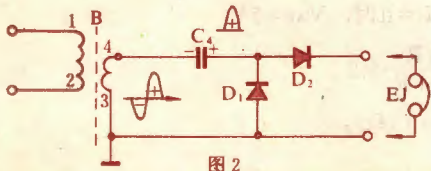

图2
**倍压检波电路** 倍压检波电路由 $D_1$ 、 $D_2$ 组成。所谓倍压检波，就是当信号的第一个负半周到来时，通过二极管 $D_1$ 暂时贮存在电容器 $C_4$ 里，它的极性见图2，当第二个正半周到来时，变压器B的4端为正，3端为负，连同 $C_4$ 贮存的电压串联起来同时送到另一个二极管 $D_2$ 进行检波。因此可以得到比一个二极管检
1. 对于NPN型管，万用表的正表笔接管子的基极，负表笔接发射极，如图2所示。先用万用表的电阻  $R \times 1K$  档测量发射结反向电阻，无论高频管还是低频管，这时万用表的指针摆动都很小，一般不超过满刻度的十分之一。再改用万用表的电阻  $R \times 10K$  档测，如果表针指示的位置有明显的变化，即表针向右方移动的范围很大（例如超过了满刻度的三分之一），则表明被测试的管子是高频管；反之，改用  $R \times 10K$  档后表针指示的位置变化不太大，那末被测试的管子应为低频管。
中放电路HG01内部电路如图2所示。图中T1、T2组成差分放大器,完成本振和变频功能。T2、T3采用共射-共基接法,高频性能良好。D3、T3组成恒流源。D1、D2和D3给T1、T2提供恒定的偏置电压,加上T1、T2有很好的对称性,因此本级工作十分稳定可靠。天线信号由①注入,本振信号由⑦输入,变频得到的中频信号由⑩输出。本级增益在20dB以上。
若本电路用作小收音机的电源时，复合调整管中BG1（3DD15）可省去，只用BG2（3DG12）作调整管，见图2。